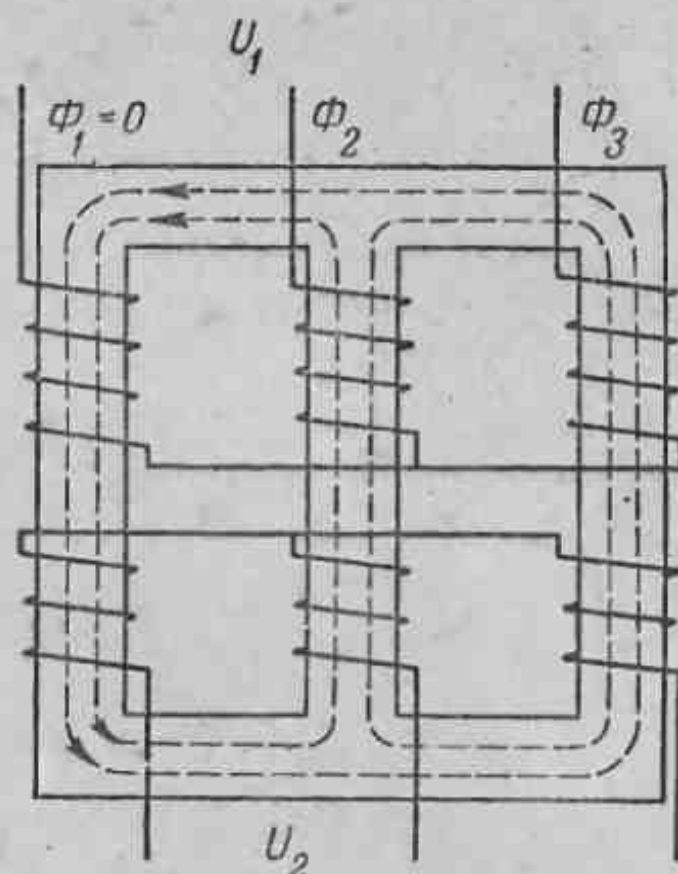

Рис. 245. Магнитные потоки в сердечнике трансформатора при обрыве одной из фаз первичной обмотки.
2. Если первичные напряжения одинаковы, а вторичные напряжения не одинаковы при холостом ходе и при нагрузке, то это может произойти в результате обрыва первичной обмотки трансформатора, соединенного по схеме Y/Y . В этом случае э. д. с. во вторичной обмотке поврежденной фазы индуцируется вследствие того, что через ее стержень замыкаются магнитные потоки неповрежденных фаз (рис. 245). Такое же явление наблюдается, если одна из фаз вторичной обмотки при соединении ее по этой же схеме будет «вывернута», когда перепутаны начало и конец обмотки.